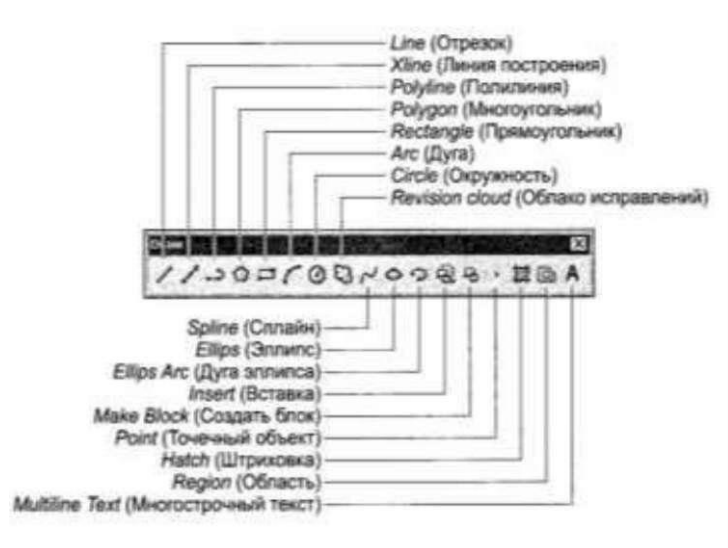

Рисунок 1 - Панель рисования (примитивы)
3. Изучить панель инструментов вычерчивания графических примитивов (рис. 1).